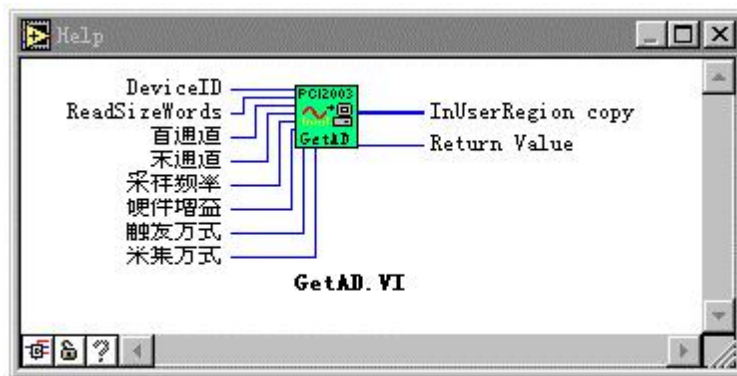

图 6 GetAD.VI 模拟数据采集驱动程序
即可得到形如  的单个图标,它有许多诸如元器件或芯片的所具有的管脚,如图 6:
然后将鼠标指向需要在线帮助的图标上, 即可弹出该图标的各个管脚的定义。比如图 6 中的内容就是这样得到的。
1. 数据采集驱动器如图 6